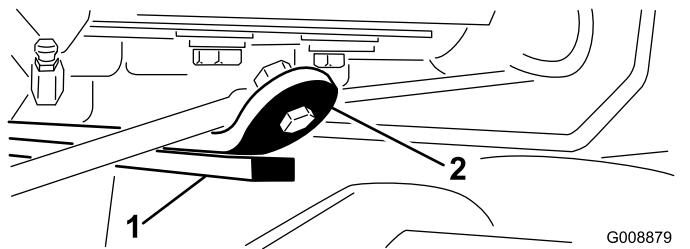

Bild 14
3. Lassen Sie den Motor an, heben die Mähwerke an und prüfen, ob der Abstand zwischen der Abnutzungsleiste an der Oberseite des Heckmähwerks und der Stoßstangenstreifens zwischen 0,51 und 2,54 mm liegt (**Bild 14**).